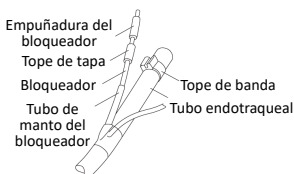

Fig.6
- Mueva el tope de la tapa y gírelo (si es necesario), y móntelo en el tubo del manto del bloqueador (Fig. 6).